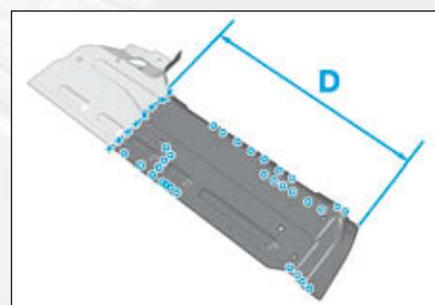

FIG.224
- puis découper à l'aide d'une scie avec (D) = 767 mm (Fig.224),